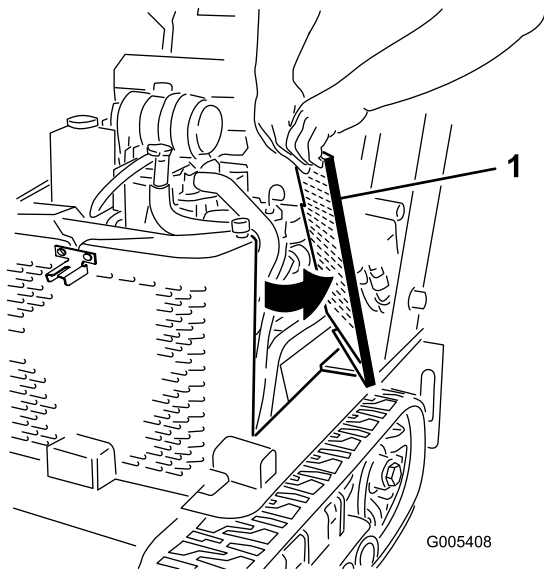

Bild 31
2. Schieben Sie die Seitengitter (Bild 31) nach oben und aus den Schlitzten im vorderen Gitter und im Rahmen.